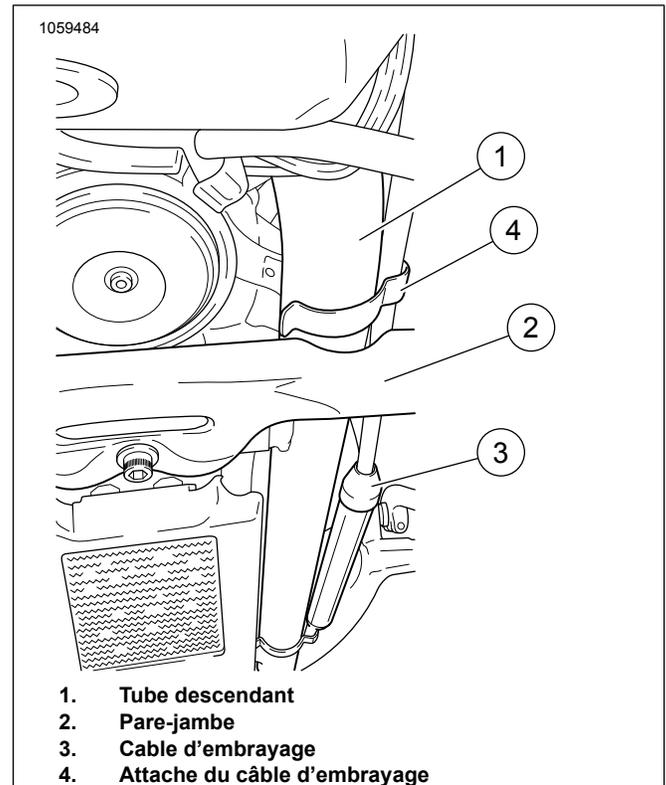

Figure 1. Acheminement du câble d'embrayage
1. Consultez Figure 1 . Vérifier la position de l'attache du câble d'embrayage (4). Déplacer l'attache vers le dessus de l'endroit où le protecteur de moteur sera situé, au besoin. Faire pivoter de façon à ce que le câble d'embrayage ne soit pas situé devant le tube de châssis.